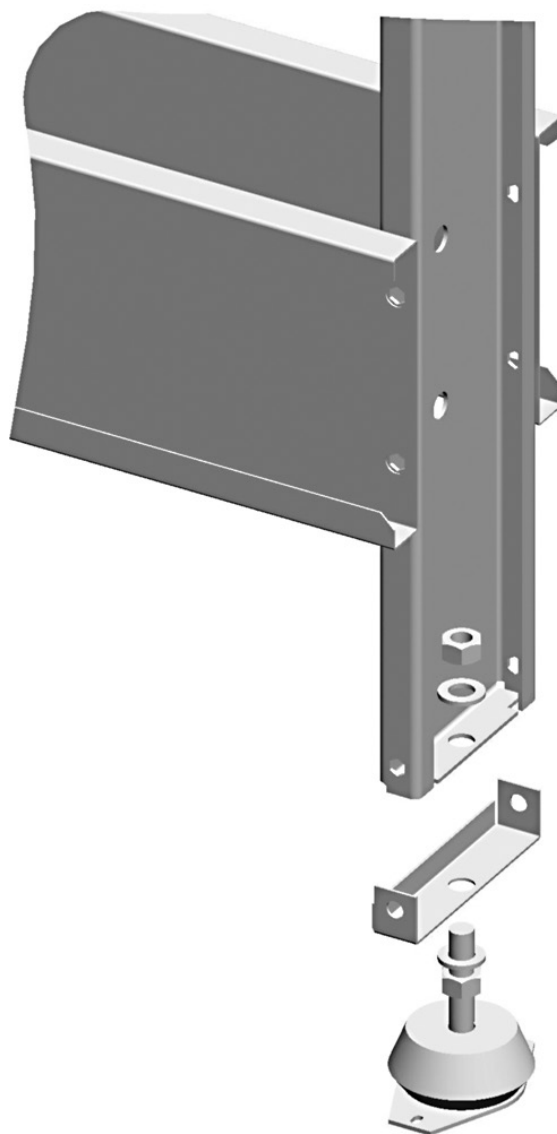

Figura 4
- 6.5 El modelo se debe fijar firmemente a la base de apoyo, utilizar todos los puntos de fijación. Para prevenir la transmisión del ruido, eventualmente utilizar amortiguadores. Véase Figura 4.